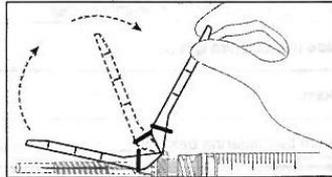

Fig. 1
3. Relever la gaine de sécurité en direction du corps de la seringue. La gaine de sécurité restera dans la position dans laquelle vous l'aurez placée (Fig. 1).